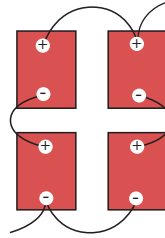

FIGURA 2:
**Para aumentar la capacidad y el voltaje, conecte las baterías en serie paralela como se muestra en la Figura 2.**